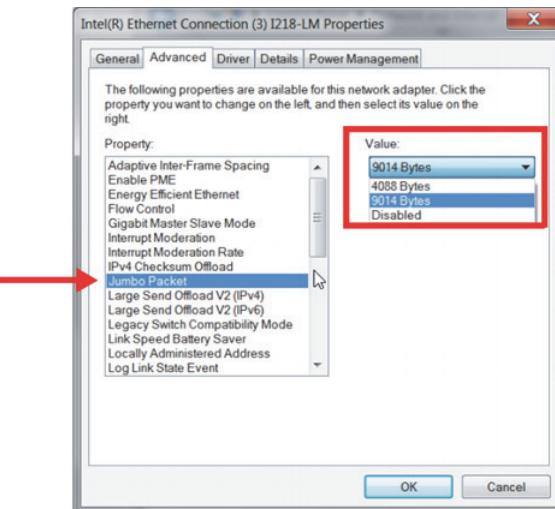

図7-2 ジャンボパケット設定
- **詳細タブのプロパティでジャンボパケットまたはジャンボフレームを選択し、値で9014バイト** (73ページの図7-2) に変更します。